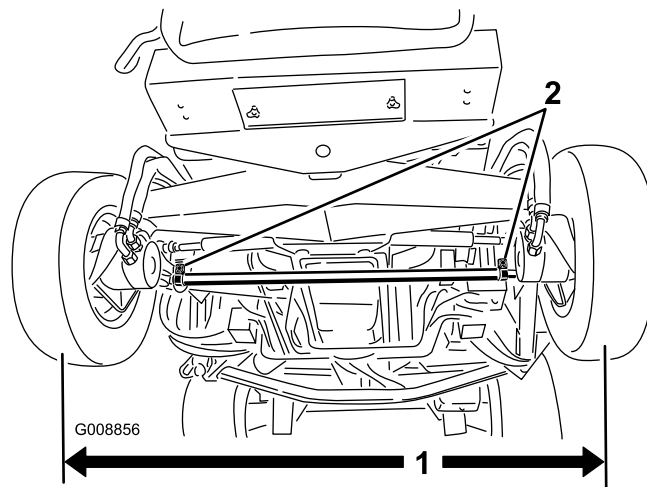

図 75
2. 調整は、まずタイロッド両端のクランプをゆるめる (図 75)。
1. 後輪の前と後ろで、左右のタイヤの中央線間距離を測る (アクスルの高さ位置で計測) (図 75)。前での測定値が、後ろでの測定値より小さく、その差が 3mm を超えなければ合格とする。